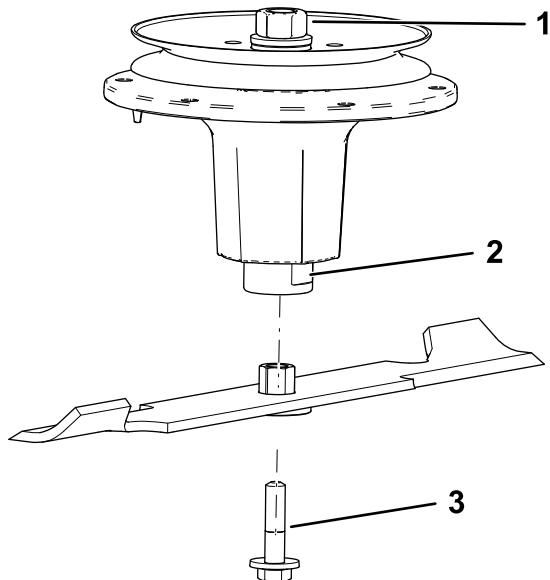

Bild 81
2. Montieren Sie die Buchsen-/Messerbaugruppe auf der Spindelwelle (**Bild 81**).